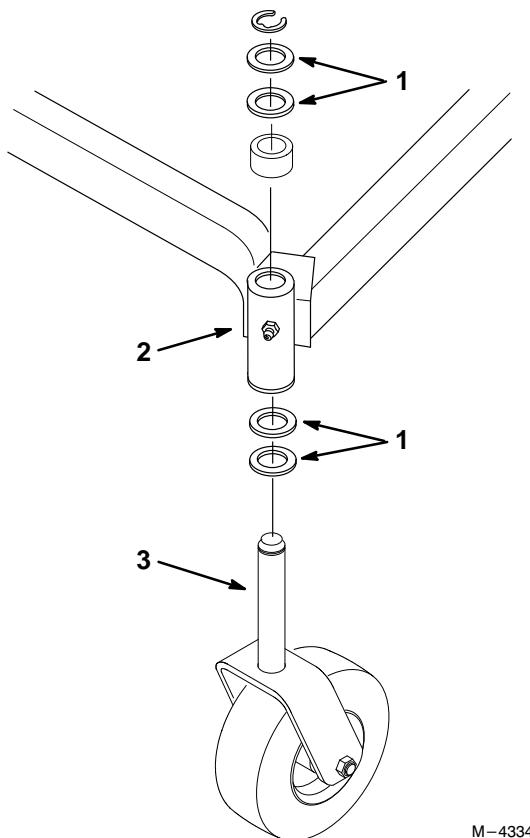

Figure 21
4. Pour modifier l'inclinaison avant/arrière, déplacer un même nombre de rondelles d'appui sur les deux fourchettes des roues pivotantes. Enlever des rondelles au-dessus du fourreau du châssis porteur et les placer en dessous du fourreau pour relever l'avant de la tondeuse, ou enlever des rondelles du dessous et les placer au-dessus pour abaisser l'avant de la tondeuse. (Fig. 21).
4. Pour corriger l'horizontalité transversale, déplacer les rondelles d'appui d'une seule fourchette de roue. Enlever des rondelles du dessus du fourreau du châssis porteur et les placer en-dessous pour relever un côté de la tondeuse, ou enlever des rondelles du dessous et les placer au-dessus pour abaisser ce côté. (Fig. 21).